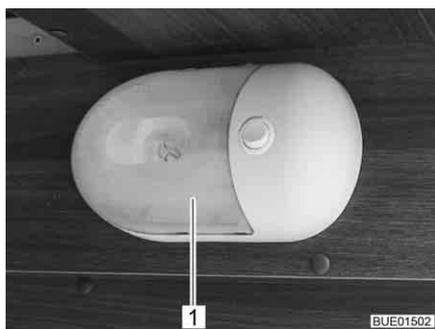

Fig. 242 Eclairage du garage
- Presser le couvercle transparent (Fig. 242,1) avec précaution des deux côtés, l'éloigner légèrement du commutateur et le retirer par l'avant.